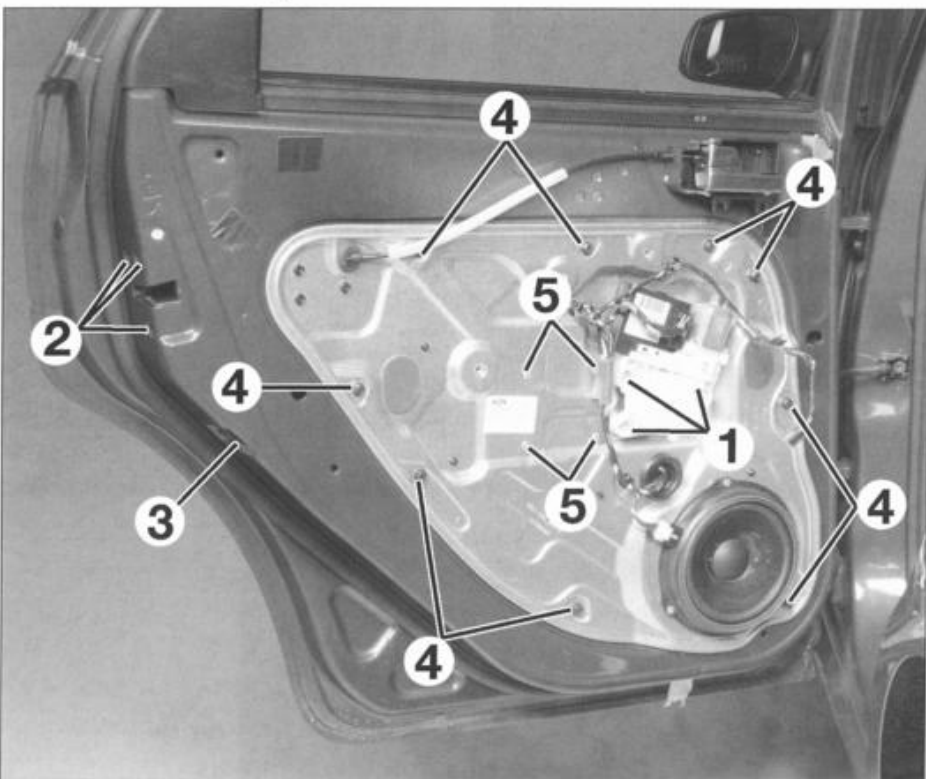

FIG. 67
- Desmontar los tres tornillos (1) (fig. 67) del motor de elevallunas (según equipo).
- los tres tornillos (2) (fig. 67) de fijación de cerradura.
- el tornillo (3) del soporte de cerradura.
- los 9 tornillos (4) del panel interior de puerta.
- Con una taladradora y una broca apropiada taladrar los 4 remaches (5) y desmontar el mecanismo de elevallunas.